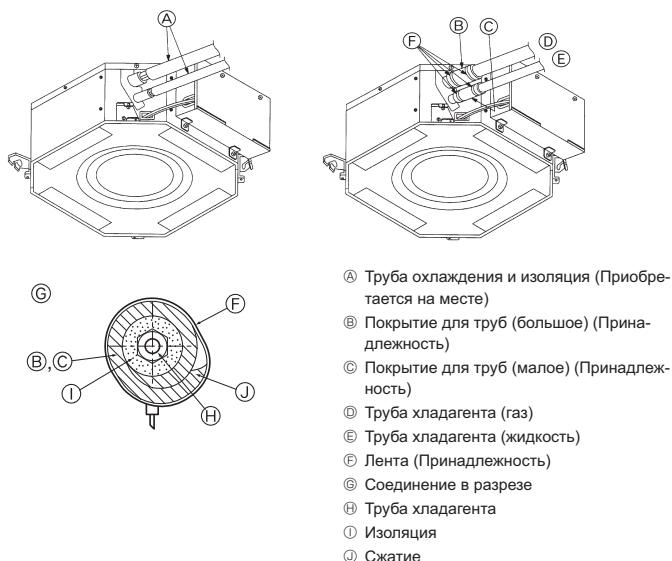

Fig. 3-3
⑥ Нанесите машинное масло охлаждения на всю поверхность области присоединения муфты.
3.3. Внутренний прибор (Fig. 3-3)